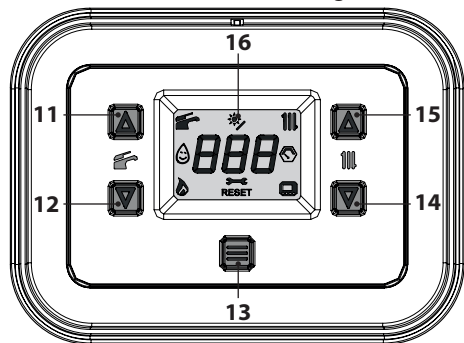
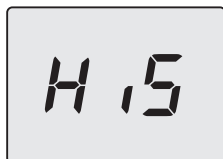
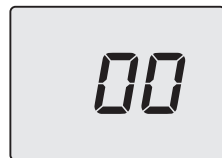

Figura 8.1
Figura 8.2
Figura 8.4
- Entrare in "modalità programmazione" premendo contemporaneamente per 5 secondi i tasti 12 e 14 (Figura 8.1) fino a far apparire sul display LCD le lettere **HiS** che indicano il menu "Storico delle caldaie" (Figura 8.2).
- Scorrere i vari parametri utilizzando i tasti 12 (indietro) o 14 (avanti) fino a far apparire sul display LCD le lettere **P02** (Selezione tipo gas) che si alternano con il valore del parametro (Figura 8.4).
- Premere per 1 sec. il tasto 13 (Figura 8.1) per entrare nel parametro selezionato. Il display visualizzerà quanto segue (Figura 8.5).
- Premendo il tasto 13 (Figura 8.1) si ottiene la conferma del valore inserito. Il display visualizzerà per 5 sec. quanto segue (Figura 8.7) poi, si porterà al livello superiore.
- Premendo contemporaneamente i tasti 12 e 14 (Figura 8.1) si esce senza modificare il valore (ritorno al livello precedente Figura 8.4).
- tenere premuti contemporaneamente i tasti 12 e 14 per 5 sec. (Figura 8.1) (ritorno al livello precedente).